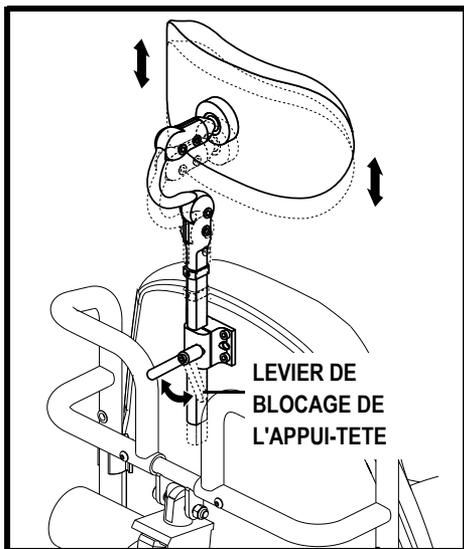

Figure 11. Réglage de la hauteur de l'appui-tête modèle "Euro"
1. Desserrez le levier de blocage de l'appui-tête. **Voir la figure 11.**